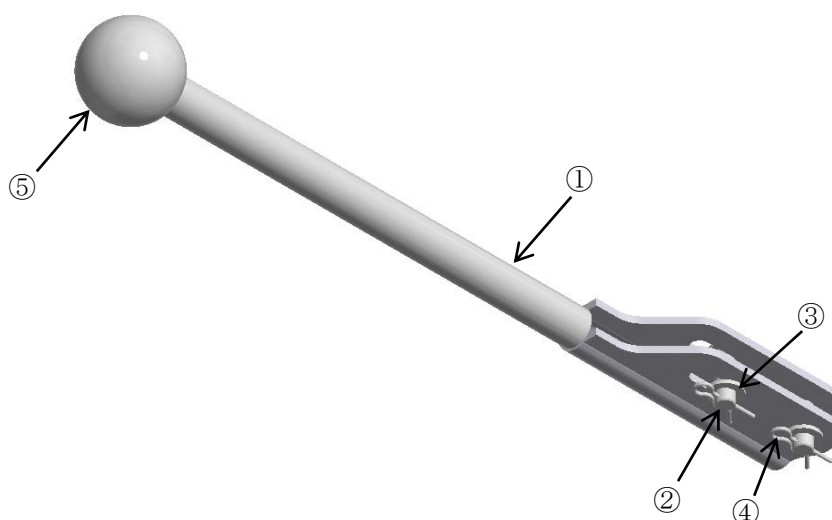

図 4-3 ハンドル部品一式 (品番 2371-3-171167-XX)
- ご注文の連数により、ハンドルの形状が図 4-3 と異なります。
- 手順2 本製品の本体およびハンドル部品一式が梱包されていることを確認します。開封時にはハンドル部品一式は図 4-3 のように組み立てられています。梱包内容と表 4-1 の内容、および個数が合っていることを確認します。